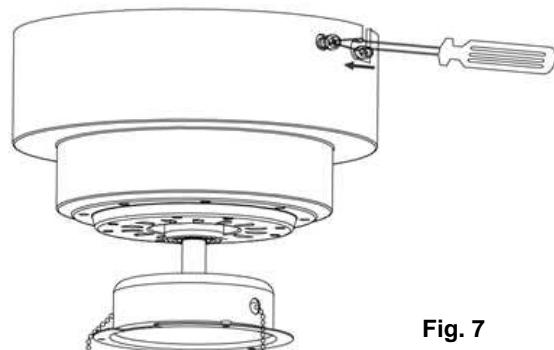

Fig. 7
- Doe de behuizing over de ophanghaak. Zorg ervoor dat alle bedradingen in de gleuf van de motorbeugel zitten zodat ze niet beschadigd kunnen worden. Maak vast met schroeven. Fig. 7